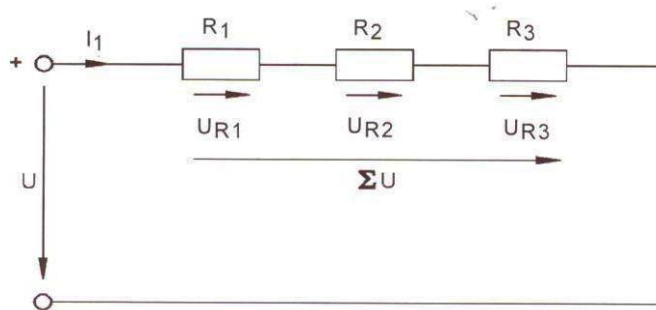
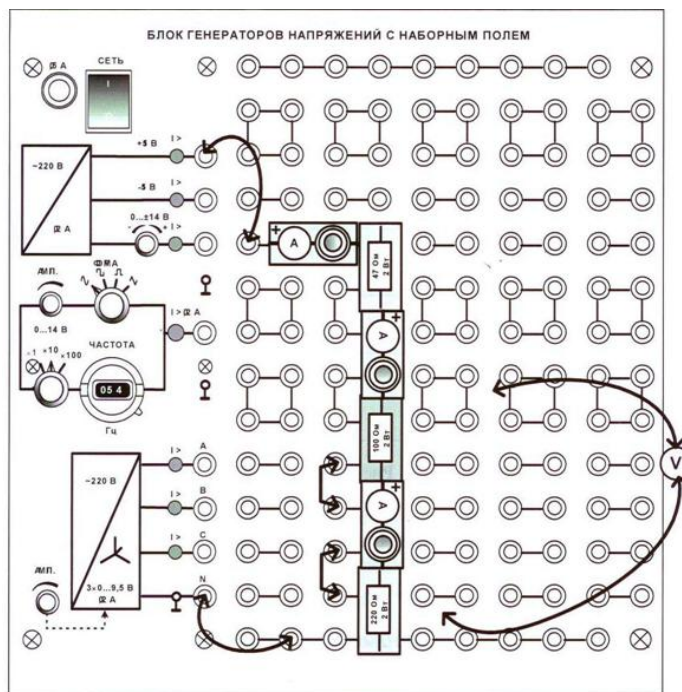

Рис. 3.1. Последовательное соединение резисторов
Рис. 3.2. Монтажная схема
5.1. Соберите цепь согласно принципиальной схеме (Рис. 3.1) и монтажной схеме (Рис. 3.2). Используйте источник напряжения «+15 В». Последовательно с резисторами $R_1 = 47 \text{ Ом}$, $R_2 = 100 \text{ Ом}$ и $R_3 = 220 \text{ Ом}$ включите специальные миниблоки для подключения амперметра.